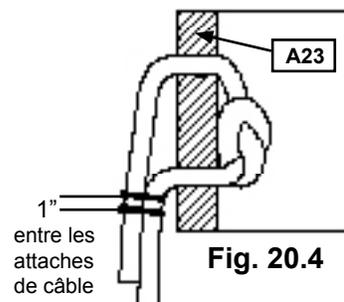

Fig. 20.4
- D:** Bien attacher les cordes de la balançoire Acro avec 2 attaches de câble par corde. S'assurer de couper l'excédent des attaches de câble et arrondir les bords tranchants. (fig. 20.4)